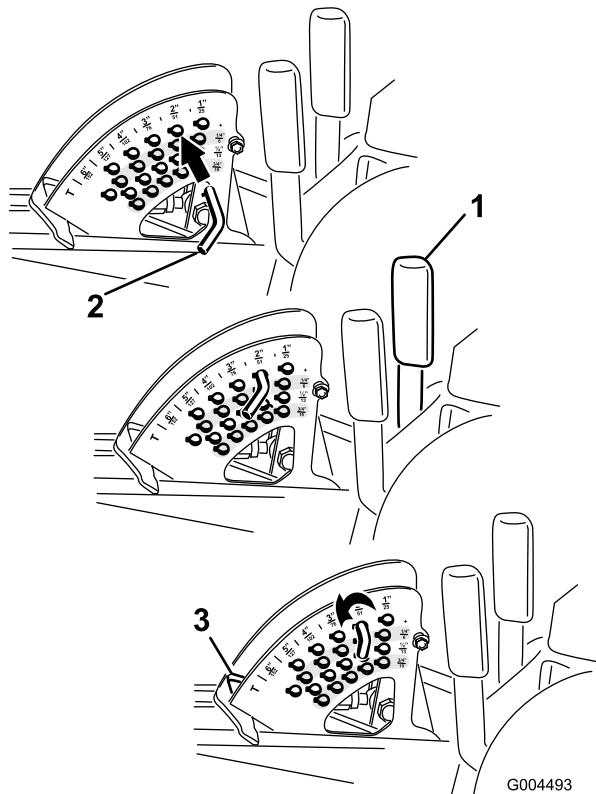

Figura 23
**Nota:** Para bloquear la plataforma del cortacésped en posición elevada, eleve la plataforma más allá de la posición de 15 cm, retire el pasador de tope de altura de corte (consulte Ajuste de la altura de corte), y ponga el pasador en la posición de altura de corte de 15 cm (Figura 23).
- Con el motor en marcha, tire hacia atrás de la palanca de elevación de la plataforma hasta que la plataforma del cortacésped esté elevada del todo y **suelte la palanca inmediatamente** (Figura 23).
- Para ajustar, gire el pasador de tope hasta que el pasador cilíndrico que contiene se alinee con las ranuras de los taladros del soporte de altura de corte, y retire el pasador (Figura 23).
- Seleccione un taladro del soporte de altura de corte que corresponda a la altura de corte deseada, inserte el pasador y gírelo para bloquearlo en esa posición (Figura 23).
**Nota:** Hay cuatro filas de taladros (Figura 23). La fila superior corresponde a la altura de corte impresa encima del pasador. La segunda fila corresponde a la altura impresa más 6 mm. La tercera fila corresponde a la altura impresa más 12 mm. La fila inferior corresponde a la altura impresa más 18 mm. Para la posición de 15,8 cm hay un solo taladro, situado en la segunda fila. Esta posición no añade 6 mm a la altura de 15,8 cm.